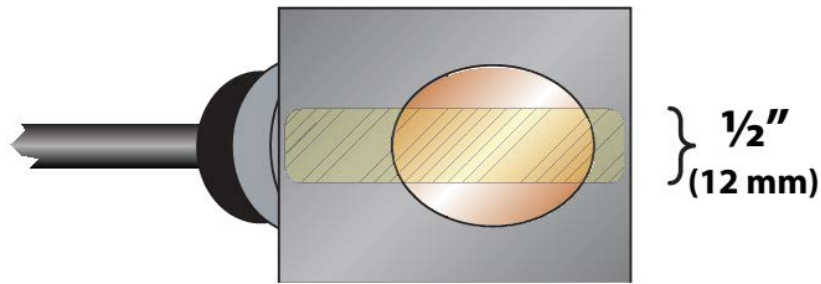

FIGURA 2.4 – APLICAÇÃO DE GRAXA ACOPLANTE
Para transdutores FDT-47, FDT-48, e FDT-47-HT, aplique um único filete de graxa de acoplamento de cerca de $\frac{1}{2}$ polegada (12 mm) de espessura na face plana do transdutor. Veja **Figura 2.4**. Normalmente, utiliza-se uma graxa à base de silicone como acoplamento acústico, porém, pode-se usar qualquer substância similar a graxa, desde que o produto seja classificado como não fluídico quando submetido à temperatura de operação do tubo. No caso de tubos com temperatura de superfície acima de 130°F (55°C), recomendamos usar Sonotemp® (FDT-HT-graxa).
5) Para transdutores FDT-47, FDT-48, e FDT-47-HT, aplique um único filete de graxa de acoplamento de cerca de $\frac{1}{2}$ polegada (12 mm) de espessura na face plana do transdutor. Veja **Figura 2.4**. Normalmente, utiliza-se uma graxa à base de silicone como acoplamento acústico, porém, pode-se usar qualquer substância similar a graxa, desde que o produto seja classificado como não fluídico quando submetido à temperatura de operação do tubo.
- 4) Aplique na face plana do transdutor um único filete de acoplante de cerca de $\frac{1}{2}$ polegada (12 mm) de espessura. Veja **Figura 2.4**.